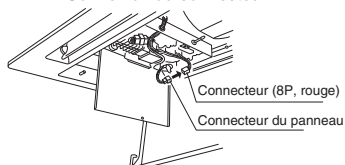

Fig. 7-17
- [4] Lorsque l'installation du plafonnier est terminée, connecter le connecteur rouge 8P à l'intérieur du coffret des composants électriques de l'unité intérieure au connecteur du plafonnier. (Fig. 7-17) (Si le connecteur n'est pas connecté, le message P09 s'affiche sur la télécommande et l'unité ne fonctionnera pas).